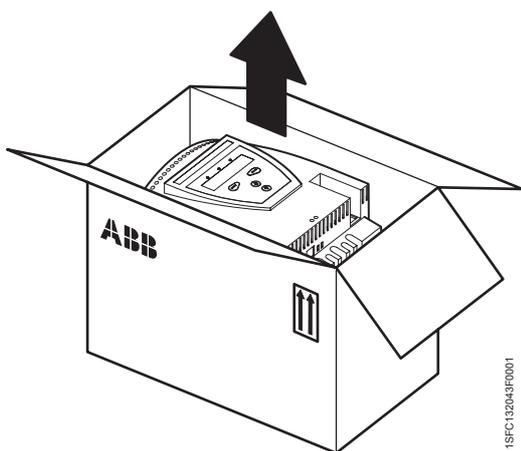

Рис. 1: Упаковка
- Убедитесь в том, что упаковка ориентирована нужной стороной вверх, см. Рис. 1.